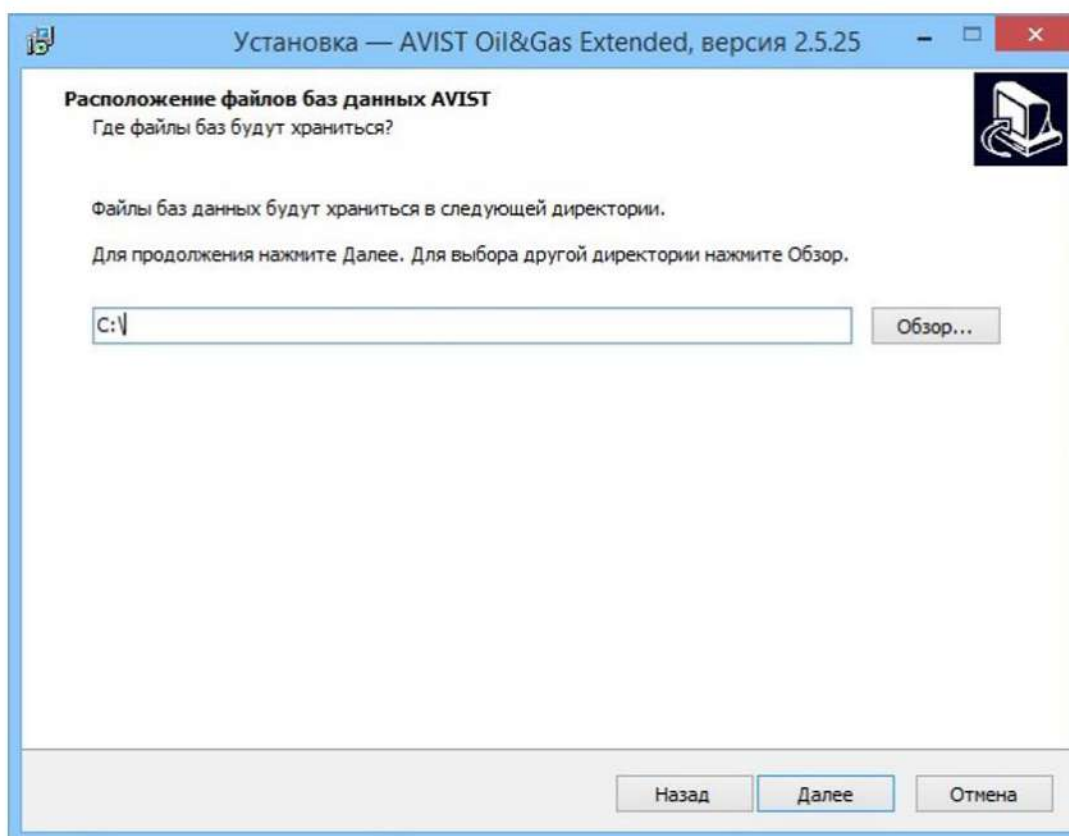

Рисунок 25 - Окно выбора расположения файлов баз данных AVIST Oil&Gas Extended
- 10) Ввести наименование директорий, где будут располагаться логические файлы баз данных AVIST Oil&Gas Extended, нажать кнопку «Далее» (Рисунок 25).